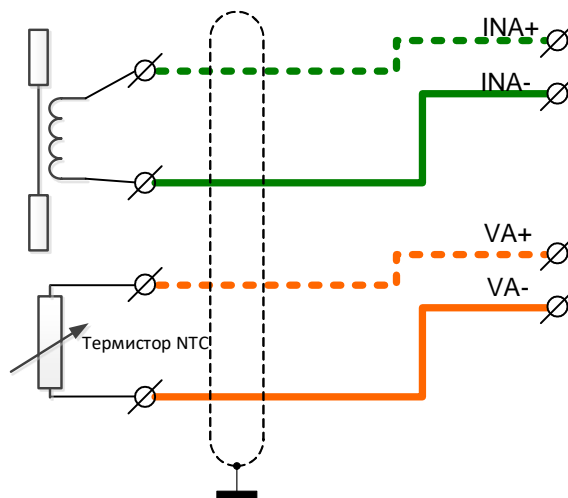

Рисунок 5 - Схемы подключения струнных датчиков с термисторным датчиком температуры
2.4.4 Схема подключения струнных датчиков представлены на рис. 5